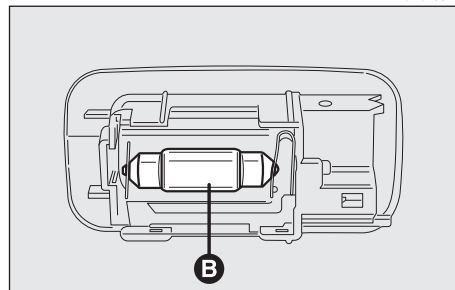

fig. 59
- Rimuovere la lampada (**B-fig. 59**) tirandola verso l'esterno e svincolandola dai contatti laterali.